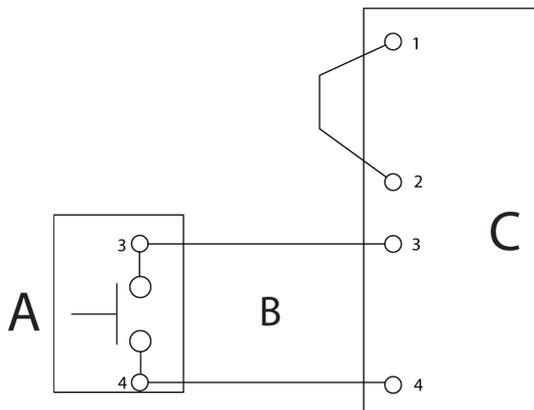
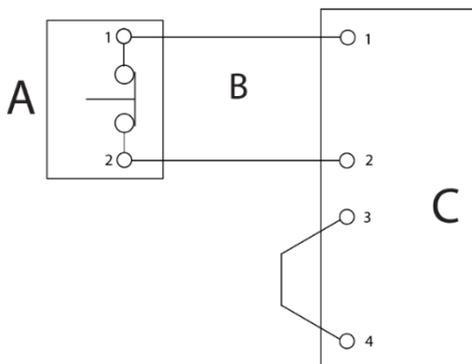

Рисунок 29. Проводка нормально-разомкнутого удаленного выключателя EPO
Рисунок 30. Проводка нормально-замкнутого удаленного выключателя EPO
5. Подключите кабель как показано в табл. 17 и рис. 29 для нормально разомкнутого удаленного выключателя ЕРО или табл. 18 и рис. 30 для нормально замкнутого удаленного выключателя ЕРО.